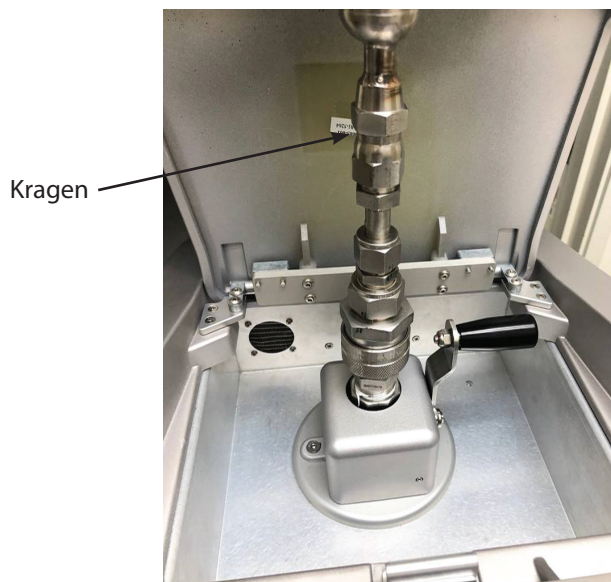

Abbildung 78 – Einführen des Füllrohrs in den Einfüllstutzen
9. Den Flüssig-N₂-Schlauch vom Tank anschließen; dazu das Füllrohr in den Einfüllstutzen einführen (Abbildung 78).